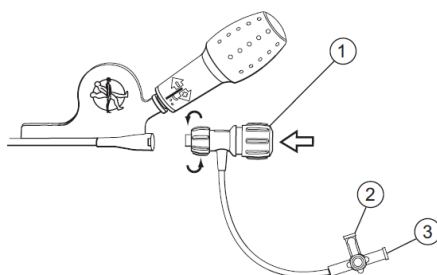

Figura 2. Acoplamiento de la válvula al catéter flexible
4. Acople la válvula al eje del catéter flexible (Figura 2).